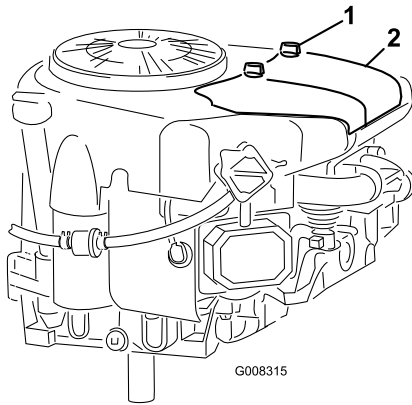

Bild 20
2. Schrauben Sie die Handräder los und entfernen Sie die Luftfilterabdeckung (Bild 20).